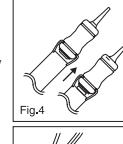

Fig.4
- c) Posare immediatamente la capsula in un GC Capsule Applier in metallo e premere una volta la leva (Fig. 4). Ora la capsula è attivata.
- c) Coloque inmediatamente la cápsula en el Aplicador metálico de cápsulas GC y déle un toque a la palanca (Fig. 4). Ahora la cápsula está activada.